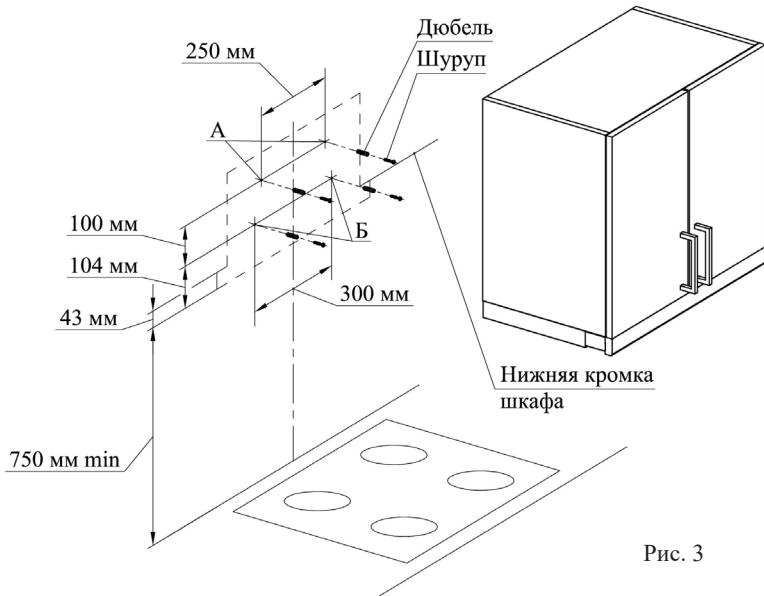

Рис. 3
- 6.2 Определите расстояние между нагревательной поверхностью плиты и воздухоочистителем и отметьте на стене нижний габарит воздухоочистителя. Прибавив 43 мм (рис. 3), Вы определите положение нижней кромки шкафа.
- С учетом установочной высоты и центральной линии разметьте на стене отверстия (А и Б) (рис. 3).
- В отверстия вставьте дюбели согласно рис. 3 и по отверстиям А заверните не до конца винты M4.